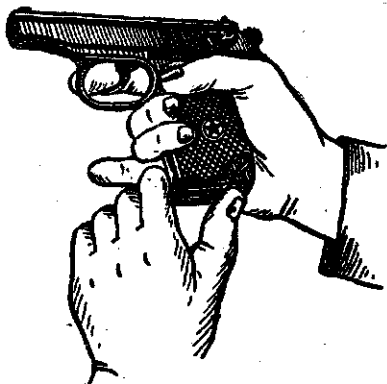

Рис. 3. Извлечение магазина из основания рукоятки
1) **Извлечь магазин из основания рукоятки** (рис. 3). Удерживая пистолет за рукоятку правой рукой, большим пальцем левой руки отвести защелку магазина назад до отказа, одновременно оттягивая указательным паль-